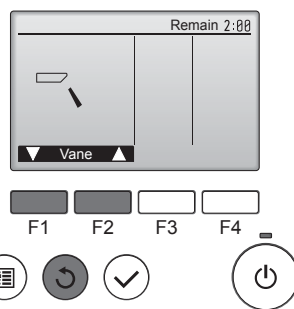

Fig. 6-6
- Kontroller autospjeldet med [F1] [F2]-knappene. (Fig. 6-6)